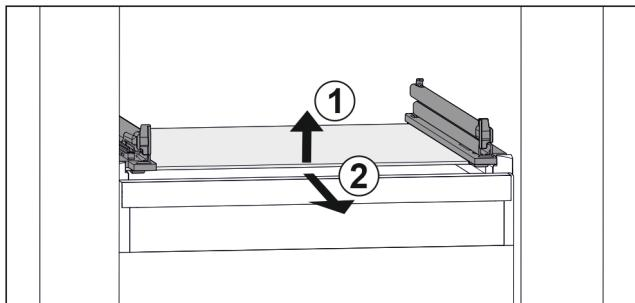

Fig. 63 Приблизне відображення скляної пластини
- Підняти скляну пластину спереду. Fig. 63 (1)
- Вийняти скляну пластину рухом вперед. Fig. 63 (2)